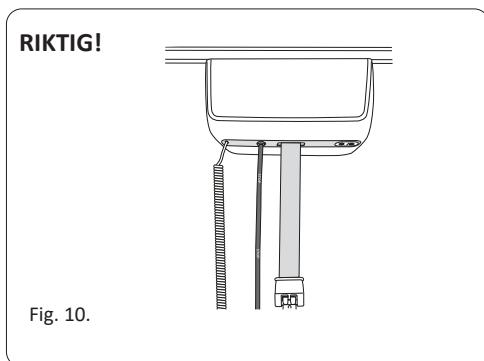

Fig. 10.
1. Kontroller at løftebåndet som henger vertikalt, ikke er vridd eller skjevt, se fig. 10, 11, 12.